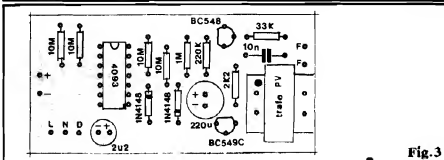

Fig. 3
- FIG. 3 - "CHAPEADO" DA MONTAGEM - A placa, agora, é vista pelo seu lado não cobreado, todos os principais componentes já posicionados e identificados (quanto aos seus códigos, valores, polaridades, etc.). ATENÇÃO MÁXIMA às colocações do Integrado, transformadores, diodos e capacitores eletrolíticos (já que são componentes polarizados, não podendo ser ligados ao circuito em situação diferente da mostrada...). Também o pequeno transformador merece especial atenção no seu posicionamento, devendo o Leitor/Hobbysta notar a identificação do seu primário, codificado pela tal "pinta vermelha" (indicada no "chapeado"...). Notem ainda que as (poucas) conexões externas à placa têm seus pontos de ligação codificados, na forma de ilhas/furos periféricos claramente identificados...